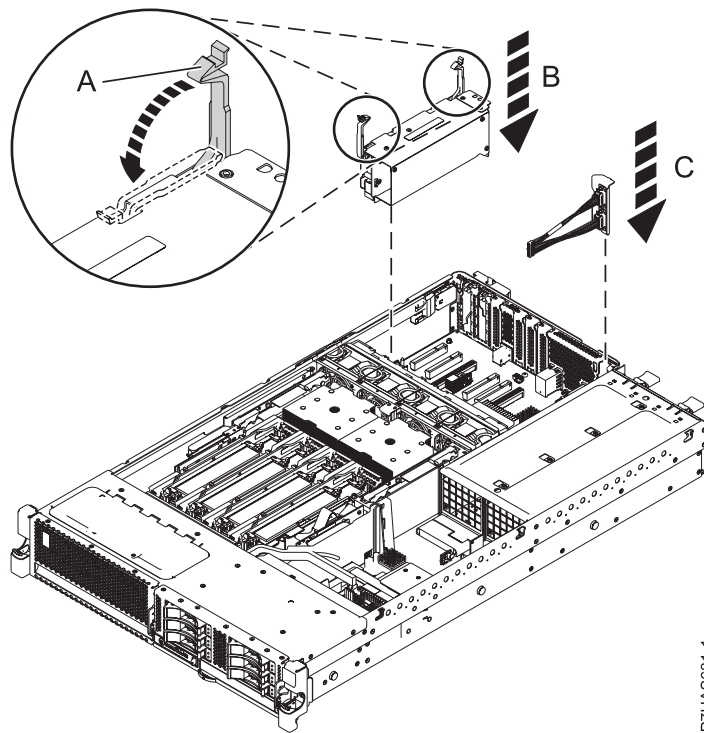
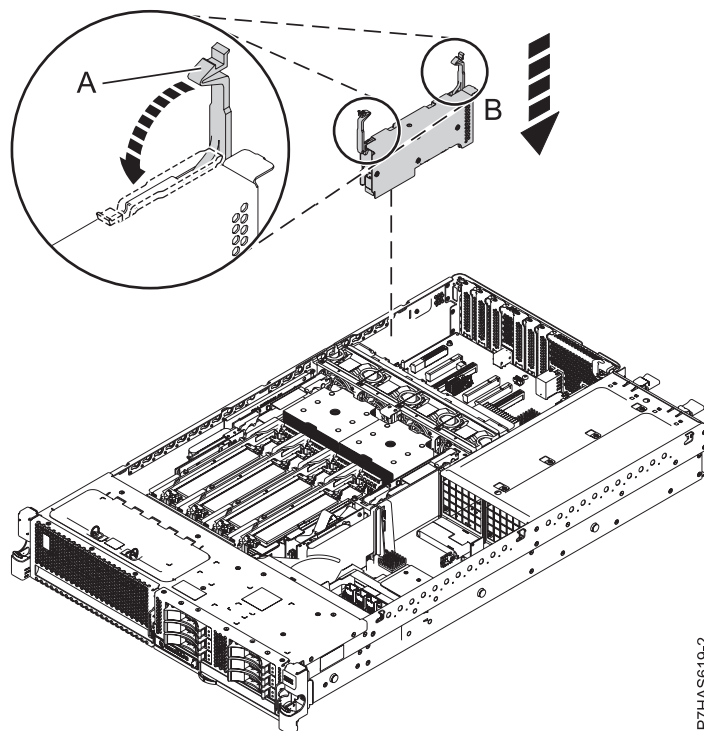

Figura 2. Instalación del adaptador GX FC EJ0G en un sistema
Figura 3. Instalación del adaptador GX FC EJ0H en un sistema
9. Prepárese para instalar el adaptador nuevo estirando los pestillos (A) del adaptador hasta la posición de abierto. La Figura 2 en la página 4 muestra cómo instalar el adaptador GX FC EJ0G en el sistema y la Figura 3 en la página 4 muestra cómo instalar el FC EJ0H en el sistema.
12. Gire de forma uniforme los pestillos **(A)** a la posición de bloqueo, como se muestra en Figura 2 en la página 4 y Figura 3 en la página 4.
- a. Sujete con cuidado el cable de SPCN de 2 puertos del FC EJOG **(C)**, que se muestra en la Figura 2 en la página 4, por la parte superior del cabezal, y alinéelo con la ranura 1 de GX (P1-C1) que se abre en la parte posterior del chasis.